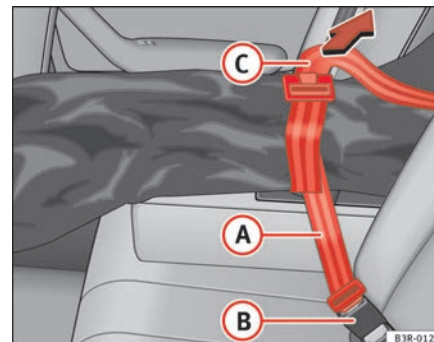

Abb. 121 Sicherung des Durchladesackes am mittleren Gurtschloss der Rücksitzbank
- Stecken Sie den Sicherungsgurt  ⇒ Seite 149, Abb. 121 des Sackes in das mittlere Gurtschloss .